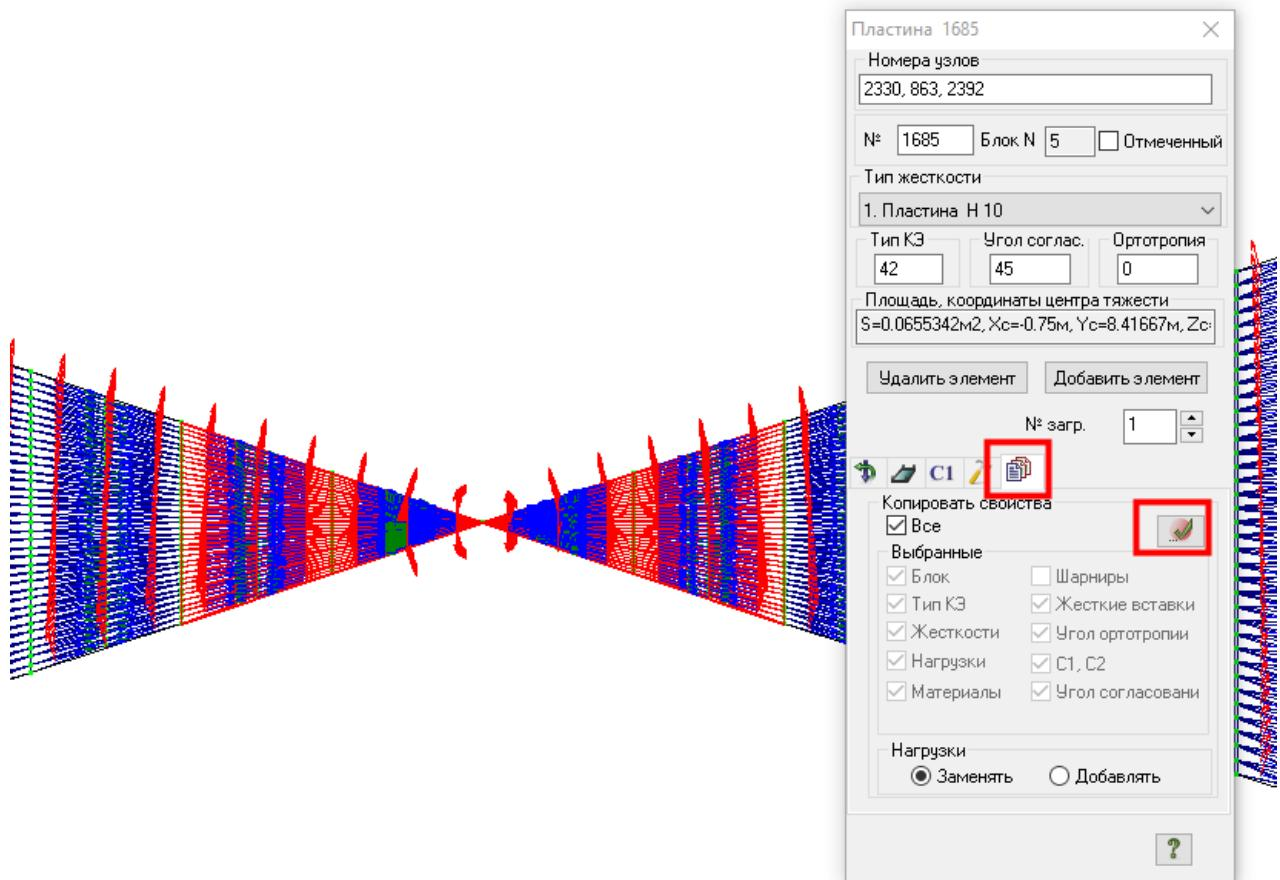

Рис.7.6. Копирование свойств объекта
- Щелкните по кнопке – **Отметка элементов** И отметьте группу элементов в которых местная ось направлена вверх (можно выбрать и элементы в которых местная ось направлена корректно). Затем в окне **Информация об элементе** выберете **Подтвердить** (рис.7.6).